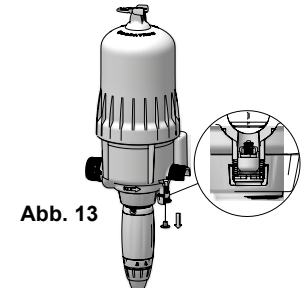

Abb. 13
- Bei zufälligem Unterdruck wird automatisch wieder der Luftdruck in der Anlage hergestellt\* (Abb. 13).